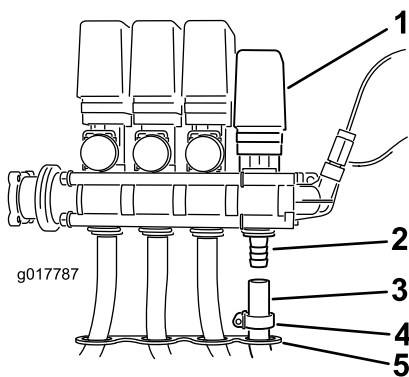

Figura 13
- Inserte la manguera por el orificio abierto del soporte de la manguera en el soporte de montaje de la válvula y hasta la espiga abierta de la válvula del carrete de la manguera (Figura 13).